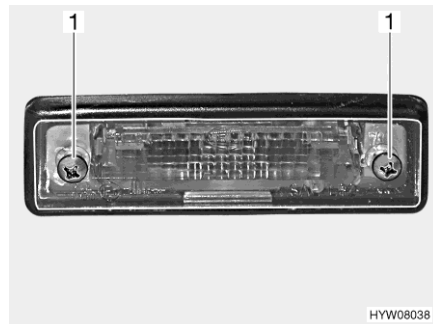

Fig. 200 Luci posteriori (luce targa)
- Svitare due viti degli involucri (Fig. 200,1).